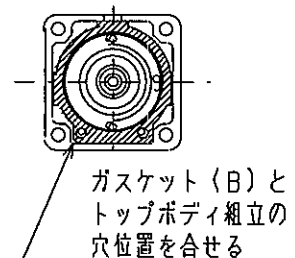

図2、穴位置説明図
- 2、ボディ組立の溝にガスケット(A)を組入れ、トップボディ組立をのせます。次に、図2の様にガスケット(B)とトップボディ組立の穴位置を合せてのせます。